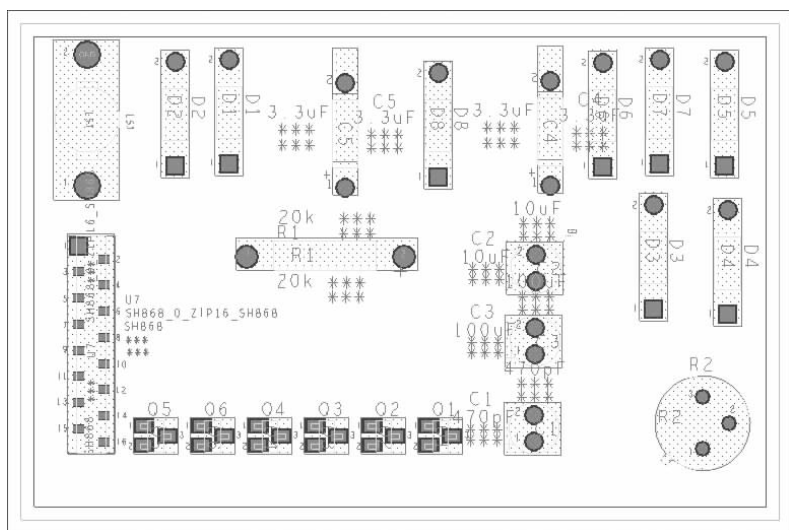

图 12-93 布局后的 PCB
12. 移动元件。选择菜单栏中的“Edit（编辑）”→“Move（移动）”命令或单击“Edit（编辑）”工具栏中的“Move（移动）”按钮，激活移动命令。在电路板中单击需要移动元件名称等文本参数，单击右键选择“Rotation（旋转）”命令，旋转相应的元件，布局后的 PCB 如图 12-93 所示。